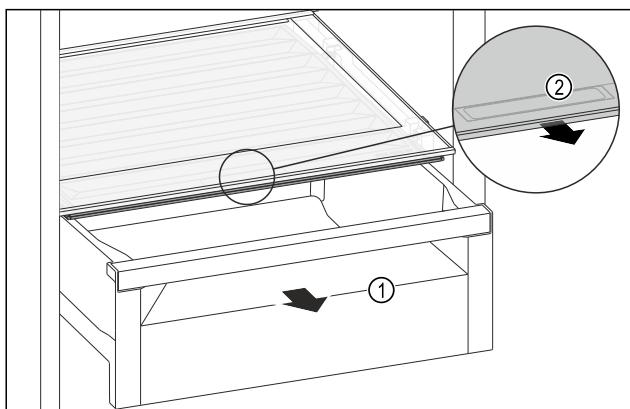

Fig. 123
- Izvlecite predal Fig. 123 (1).
- Primite prijemanlo vdolbino Fig. 123 (2) na pokrovu predala in predal istočasno povlecite naprej.